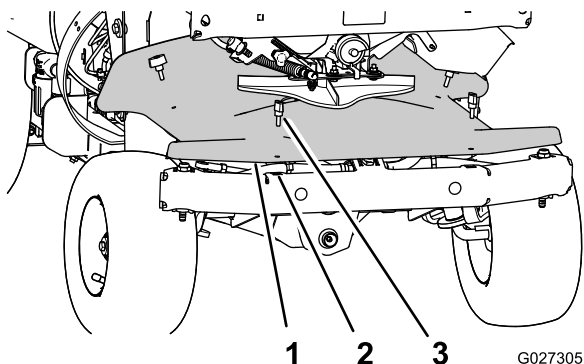

Figure 79
A. Retirez les 4 vis à oreilles qui fixent le couvercle avant (sous la turbine) au châssis et déposez le couvercle (Figure 79).